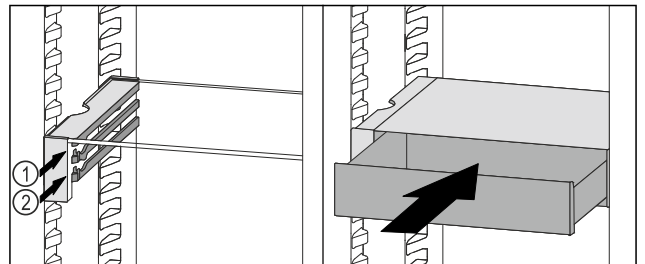

Fig. 61
- ▶ Posizionare il cassetto VarioSafe dietro i tappi sulla nervatura desiderata Fig. 61 (1) o Fig. 61 (2).